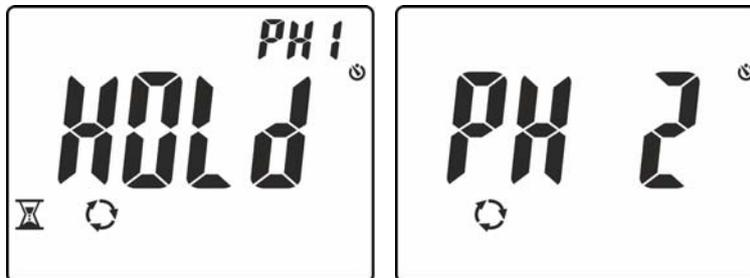

Fig. 14: Reconhecimento da fase L1 e aguardando pela fase L2
4. Em condições corretas de tensão e frequência, o instrumento apresenta a mensagem “**HOLD**”, os símbolos  e “**PH1**” e emite um som contínuo aguardando pelo reconhecimento de um valor estável de tensão da fase L1 (ver Fig. 14 – parte esquerda)
5. **Não retirar a ponteira da fase L1** até à visualização da mensagem “**PH 2**” intermitente no display (ver Fig. 14 – parte direita).